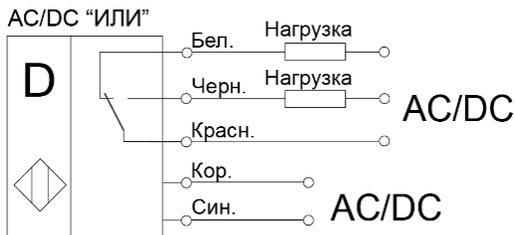

Рисунок 1 - Варианты схем подключения выключателей
3.7 Выключатели включаются в электрическую цепь по проводной схеме (Рис. 1). Соответствие выводов и схема подключения указаны в маркировке выключателя.